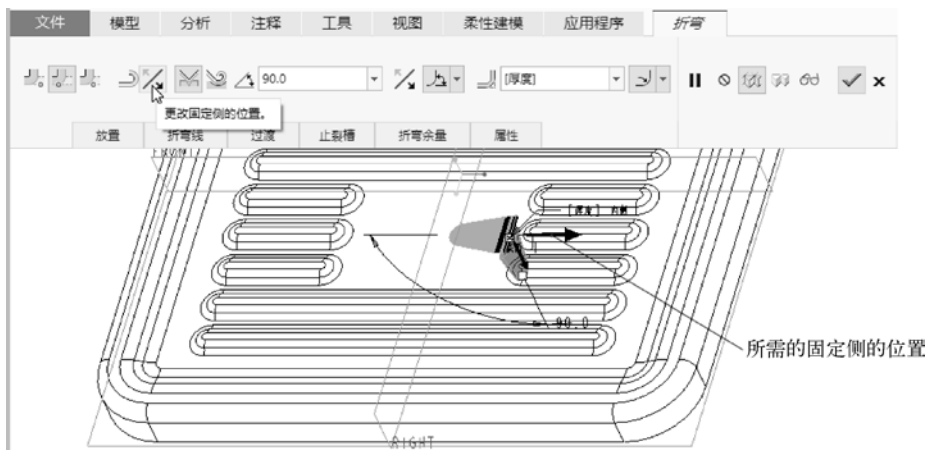

图 5-137 设置所需的固定侧的位置
(5) 在“折弯”选项卡中单击  图标旁的  (更改固定侧的位置) 按钮, 以获得所需的固定侧的位置, 如图 5-137 所示。